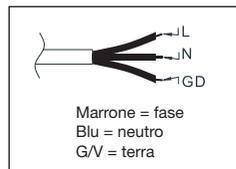

Fig. 4
4. Collegare il cavo d'alimentazione alla rete rispettando le polarità e secondo quanto indicato dalle vigenti normative (vedi Fig. 4).